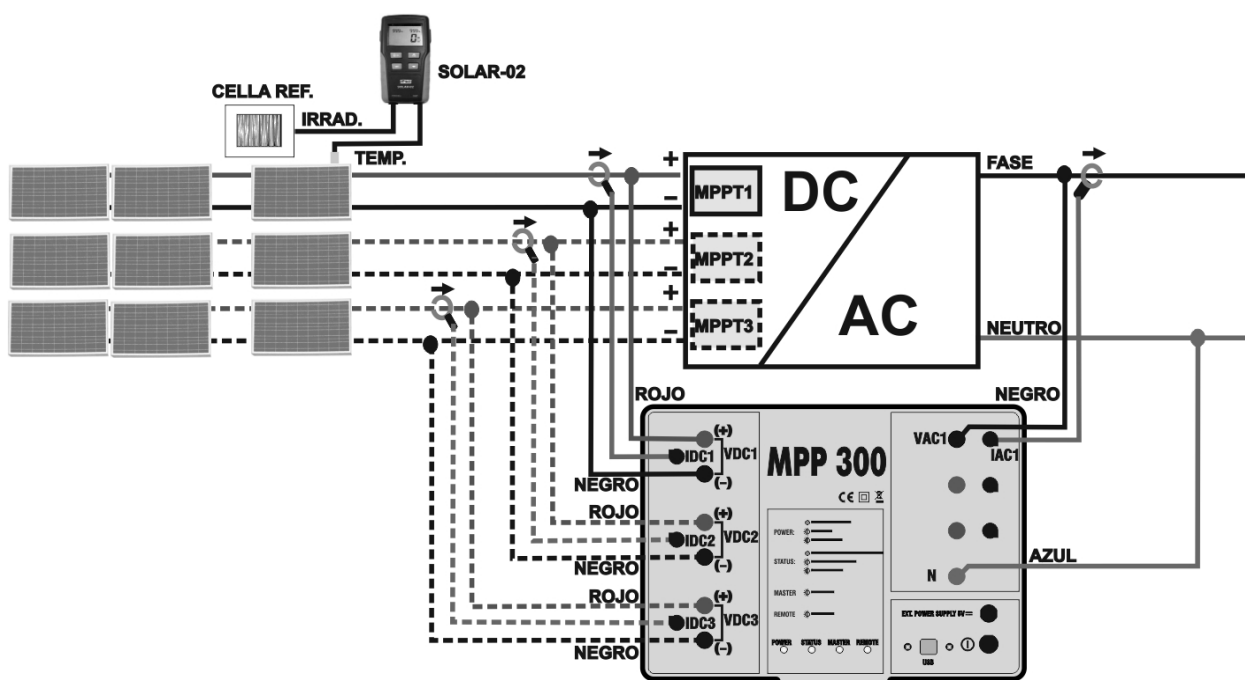
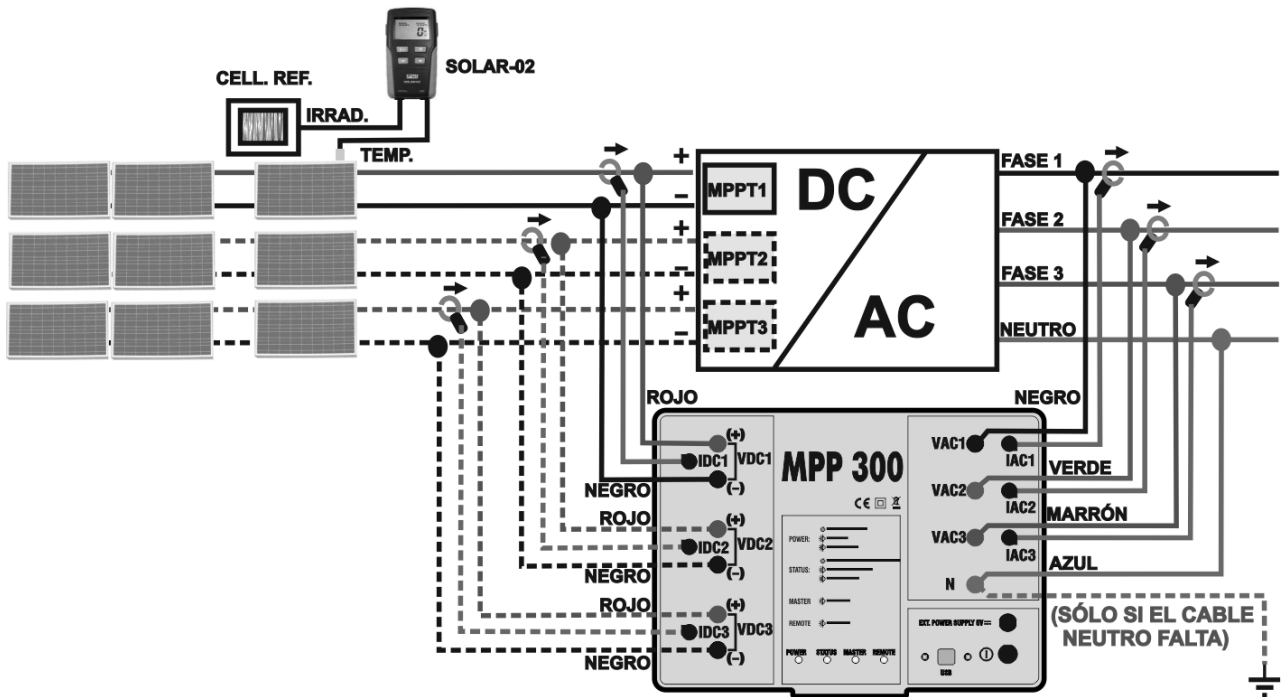

Fig. 2: Conexión del MPP300 para verificación de una Instalación FV Monofásica
Fig. 3: Conexión del MPP300 para verificación de una Instalación FV Trifásica
8. Fig. 2 o Fig. 3.
12. Fig. 2 o Fig. 3. Posicione el maxilar de la pinza lo más lejos posible del inverter y del conductor negativo en salida del mismo string.
15. Fig. 2 o Fig. 3. En el caso de instalaciones trifásicas en las cuales el conductor Neutro no esté disponible, conecte la entrada **N** a Tierra.
18. Fig. 2. o/y Fig. 3. Posicione el maxilar de la pinza lo más lejos posible del inverter y del conductor Neutro. Conecte la salida de la pinza en la entrada **IAC1** del MPP300.